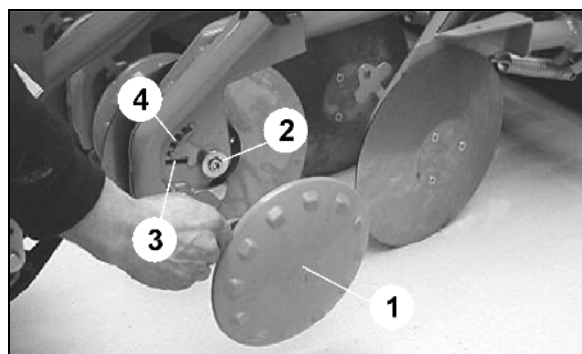

Fig. 86
3. Hold kammen til strigletænderne fast mod bærearmsgrebet (Fig. 86/3).
4. Indstil strigletændernes arbejdsdybde ved at sænke bærearmlen ved hjælp af bolten (Fig. 86/1).
6. Juster tændernes hældningsvinkel i forhold til jorden ved at sænke bolten (Fig. 86/2)
Sørg for, at bolten (Fig. 86/2) stikkes ind under bærearmlen (Fig. 86/3) i indstillingssegmentet.
Hældningsvinklen bliver fladere, jo dybere bolten (Fig. 86/2) stikkes ind i indstillingssegmentet.
7. Hver gang bolten (Fig. 86/2) sættes et andet sted, skal den sikres med en fjedersplit.